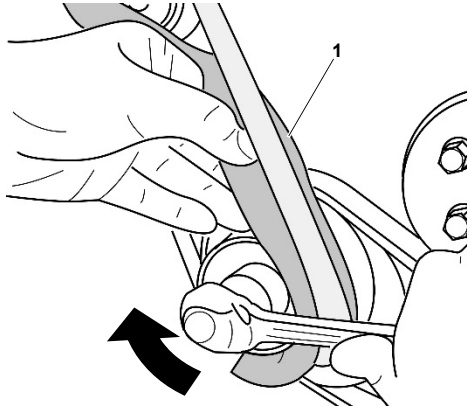

Abb. 3: Gurtband um den Keilrippenriemen herum legen.
3. Gurtband "1", wie in Abb. 3 gezeigt, um den Keilrippenriemen herum legen.